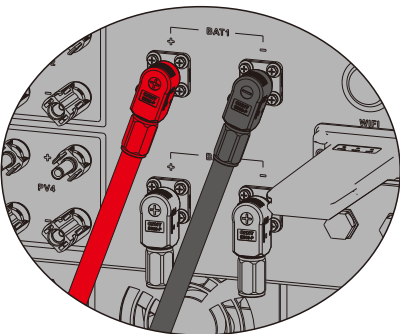

Figure 4.2-6 La borne de la batterie est raccordée à l'onduleur
Étape 4. Raccordez la borne de la batterie à l'onduleur. Assurez-vous que la polarité de la batterie est correctement raccordée, comme montré à la Figure 4.2-6.